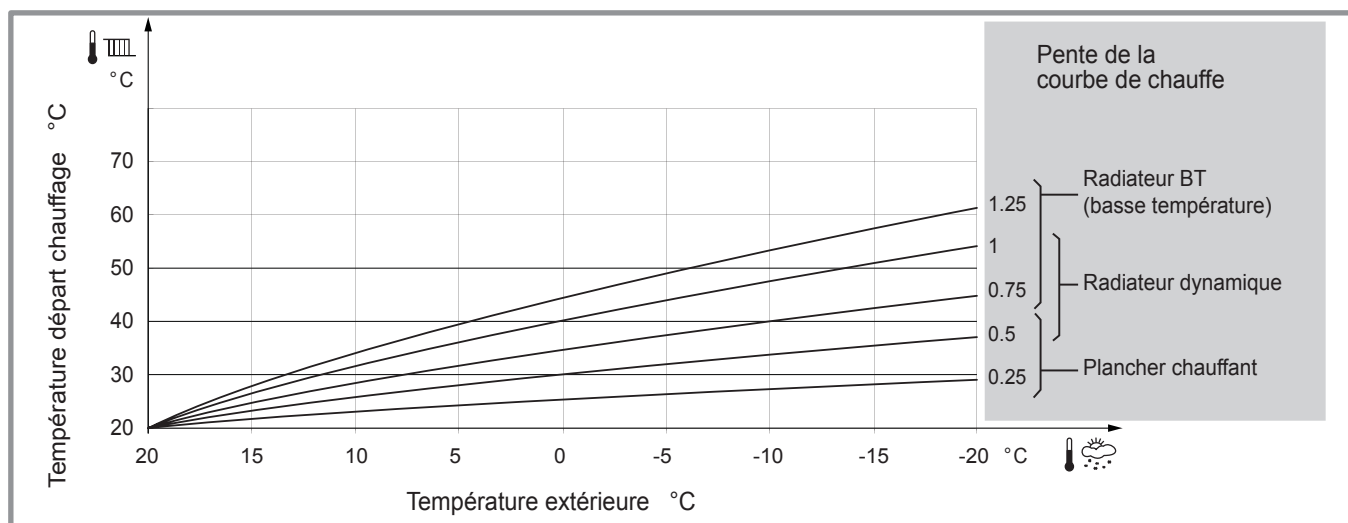

figure 40 - Pente de la courbe de chauffe (ligne 30 / 50)
- Mettre la vanne en position intermédiaire (voir figure 40).